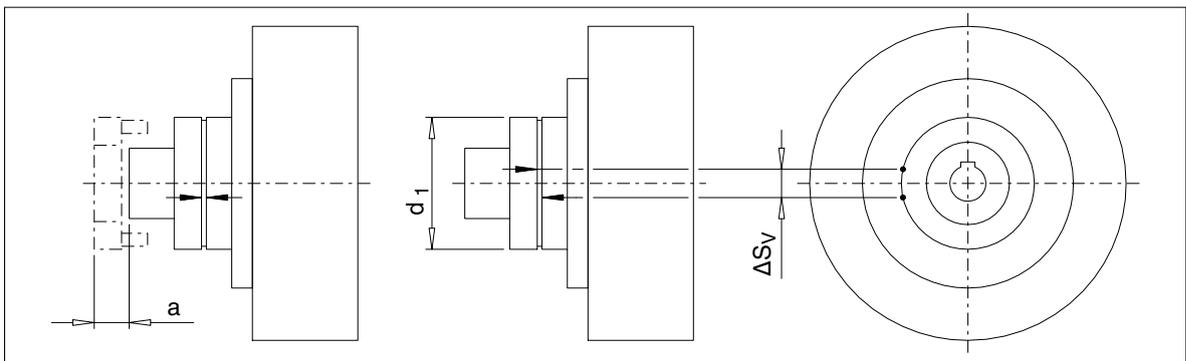

Figura 11: Intervalo de manutenção do acoplamento para montagem N-EUPEX
Se, para a operação dos acoplamentos, não for desvantajosa uma maior folga do acoplamento, os conjuntos elásticos (12) poderão continuar a ser utilizados até que seja alcançado um determinado limite de desgaste, em vez de serem imediatamente substituídos. Para avaliação do desgaste remete-se para a folga de torção admissível indicada na tabela 10, tendo o valor sido convertido para a medida da corda ΔS_V no diâmetro externo do acoplamento. Para determinar a medida ΔS_V , deve ser rodada uma peça do acoplamento sem binário de rotação até ao batente e colocada uma marcação de ambos os lados do acoplamento (ver Figura 11). Ao rodar a parte de acoplamento no sentido inverso ao da rotação, até ao batente, as marcações afastam-se uma da outra. A distância entre as marcações forma a corda ΔS_V . Se a medida ΔS_V ultrapassar o valor indicado na tabela 10, deve ser efectuada uma substituição dos conjuntos (12).
No tipo FAD é possível substituir os conjuntos (12) sem deslocar a máquina acoplada, desde que seja respeitada a medida de substituição "a" (consultar a Tabela 10 e a Figura 11). Após soltar a união roscada das peças 2/3, a peça 3 é deslocada axialmente e rodada na direcção da peça 2. Os conjuntos (12) ficam, então, acessíveis.